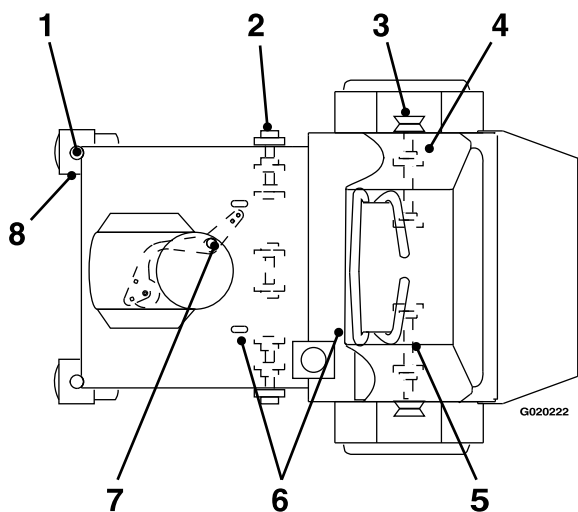

Figure 24
2. Essuyez les graisseurs avec un chiffon propre (Figure 24).
3. Raccordez une pompe à graisse aux graisseurs (Figure 24).